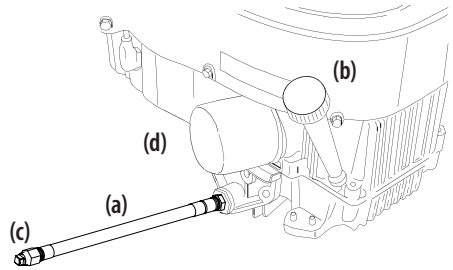

Figura 34
- Mientras sostiene el extremo libre de la manguera de drenaje de aceite sobre el recipiente de recolección de aceite, desenrosque el tapón con cabeza cuadrada de la manguera (c) del extremo de la manguera de drenaje de aceite. Consulte la Figura 34. Drene el aceite del motor dentro del recipiente recolector.